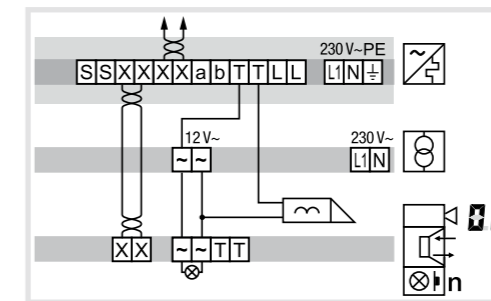

Figura 9: collegamento della stazione da porta video con apriporta antimanomissione
- In caso di installazione protetta contro la manomissione, collegare l'apriporta al contatto dell'alimentazione della linea (figura 9).